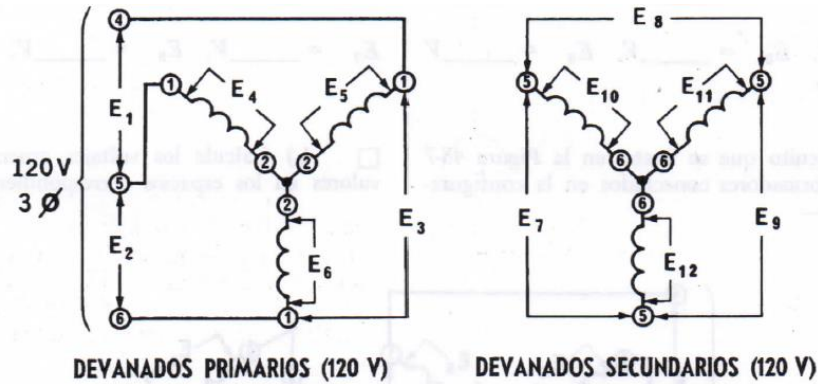

Figura 48-5
1. a) El circuito que aparece en la figura 48-5 tiene tres transformadores conectados en una configuración estrella-estrella